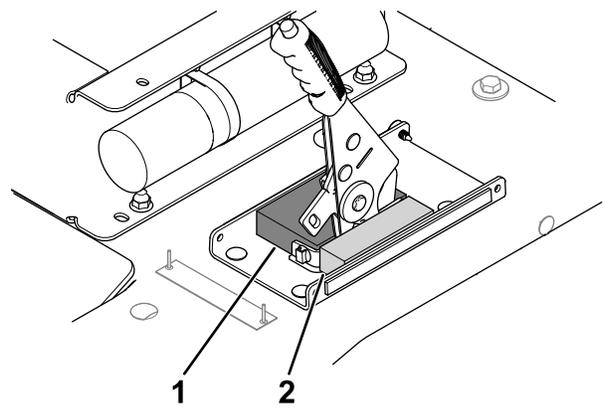

Figura 14
4. Rimuovete la pellicola di protezione e montate gli inserti del freno (**Figura 14**).